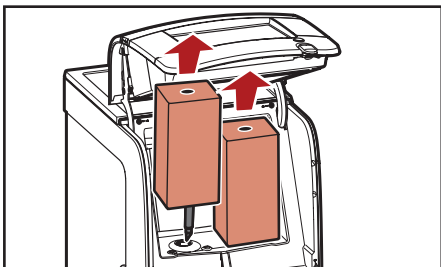

Fig. 5.8 - Fjern pakker
3. Fjern produktpakkerne (fig. 5.8).